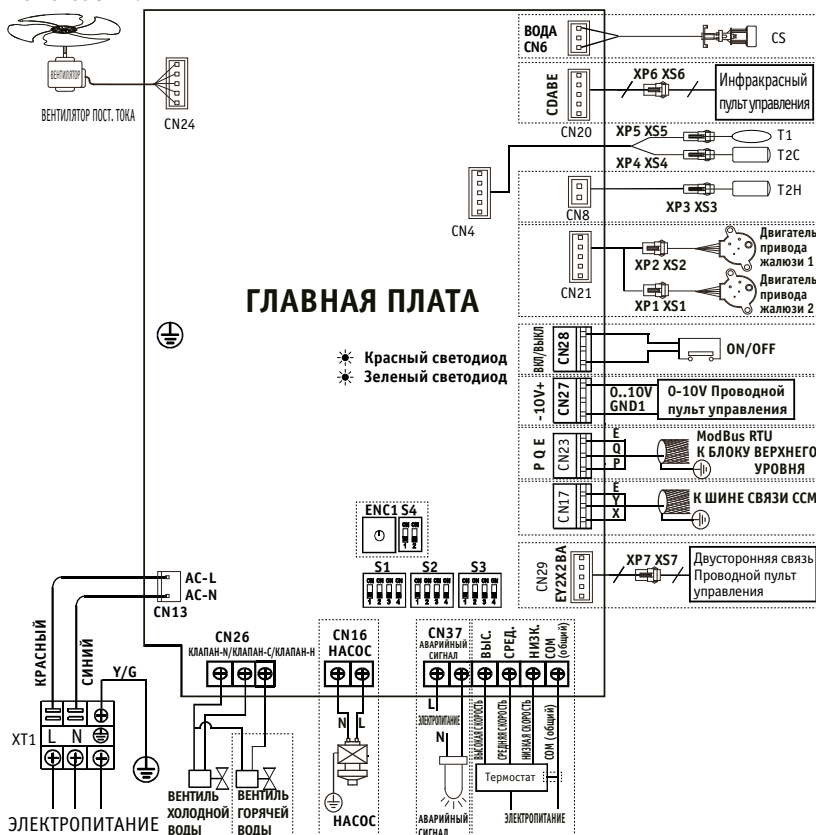

Рисунок 5-20. Электрическая схема (ВЕНТИЛЯТОР ПОСТ. ТОКА)
- Выполните электрические соединения в соответствии с табличкой со схемой электропроводки блока (рисунок 5-20).